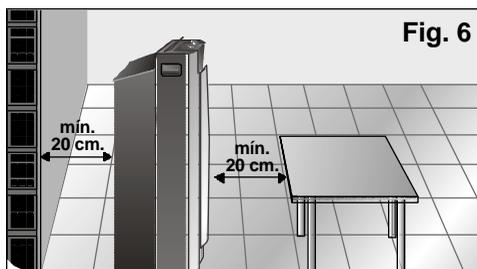

Fig. 6
- Por seguridad antes de conectar su equipo es necesario que esté separado al menos 20 cm de cualquier superficie cercana, **Fig. 6**.